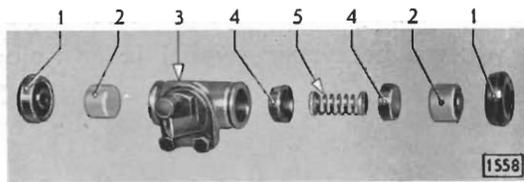

Bild 24 - Vorderrad-Bremszylinder zerlegt
4. Einbau der Radbremszylinder-Innenteile entsprechend Bild 24 vornehmen. Zum Einbau der Innenteile ist keine Montagehülse erforderlich.